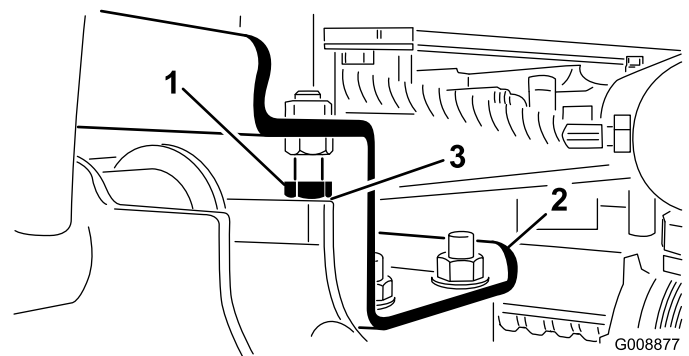

Bild 26
- A. Drehen Sie die Anschlagsschrauben heraus und stellen den Zylinder so ein, dass der Abstand erzielt wird (Bild 26).
- 2. Prüfen Sie, ob der Abstand zwischen jedem Hubarm und der Anschlagschraube zwischen 0.13 und 1.02 mm liegt (Bild 26).